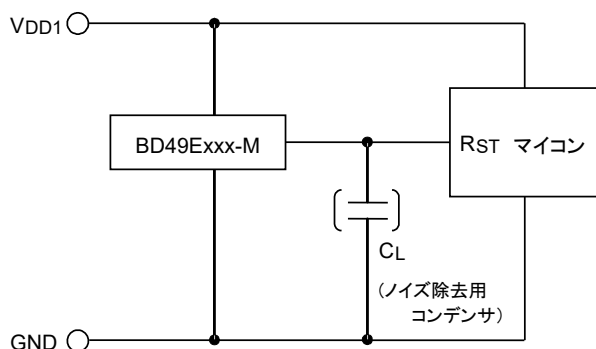

Fig.16 CMOS 出力タイプ
②マイコンの電源とリセット電源が同一 (V_{DD1}) の場合: CMOS 出力タイプで Fig.16 のようにお使いください。もしくは、オープンドレイン出力タイプで R_L を V_{DD1} 側に接続してもお使いいただけます。